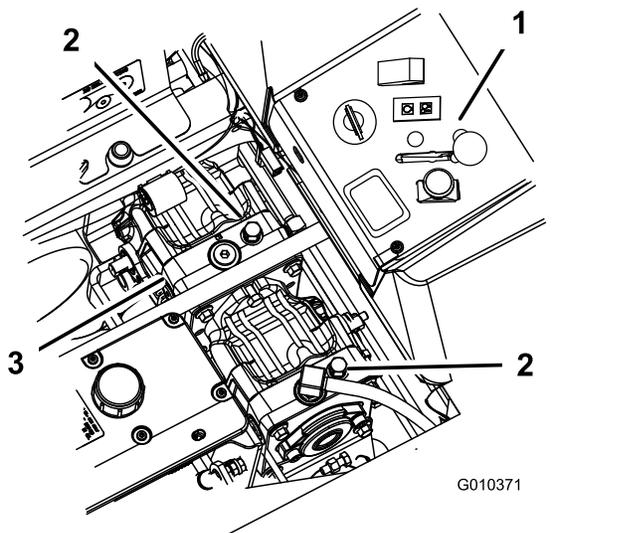

Bild 39
3. Drehen Sie die Sicherheitsventile um eine Umdrehung nach links, um die Maschine zu schieben (Bild 39).
Drehen Sie zum Betrieb der Maschine die Sicherheitsventile eine ganze Umdrehung nach rechts (Bild 39).